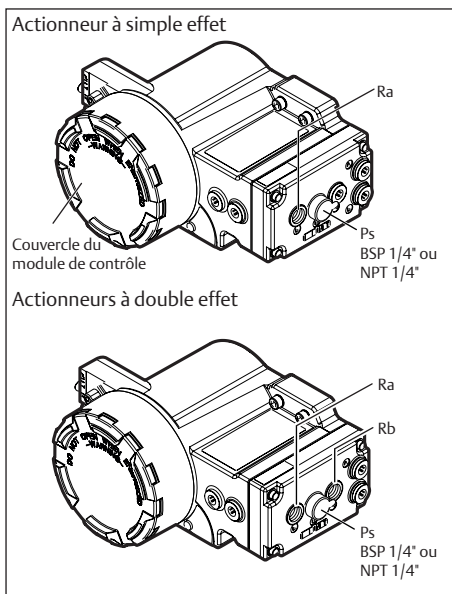

Fig. 3.1 Raccordements pneumatiques
- 6 Les orifices d'échappement Ra et Rb du module (voir la Figure 3.1) sont expédiés d'usine avec une protection contre les avaries de transport.